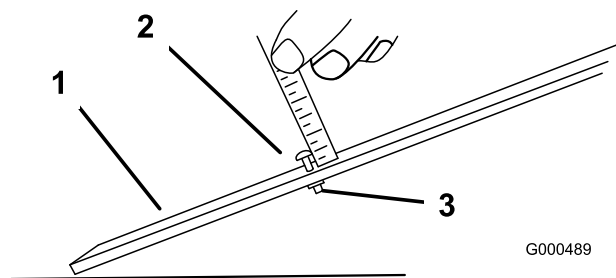

図 15
2. ゲージバーのナットをゆるめ、調整ネジを希望の刈り高に合わせる 図 15 ボルトの頭の下からバーの表面までの距離が刈り高となる。